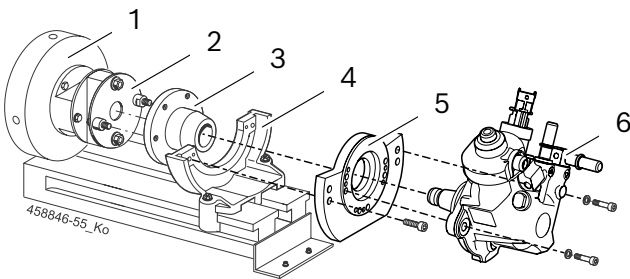

Fig. 1: Fixar CP4
1. Fixe o acoplamento de acionamento 1 686 401 024 (fig. 1, pos. 2) ao volante (fig. 1, pos. 1) da EPS 708. O torque de aperto dos parafusos de fixação é de 95 ± 2 Nm.
2. Fixar o flange de fixação (fig. 1, pos. 5) na CP4 (fig. 1, pos. 6).
3. Colocar e fixar a CP4 com flange de fixação no esquadro de fixação (fig. 1, pos. 4).
4. Fixar o flange de acionamento (fig. 1, pos. 3) no eixo de acionamento da CP4. Torque de aperto da porca de fixação: $80 +10$ Nm.